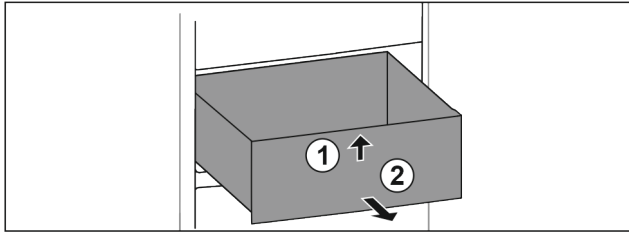

Fig. 54
- ▶ Lade aan de voorkant optillen. Fig. 54 (1)
- ▶ Lade naar voren toe verwijderen. Fig. 54 (2)